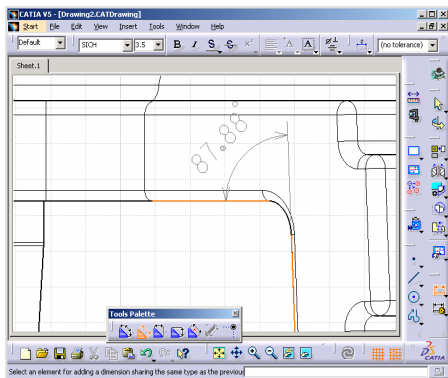

图 6-548
- » 步骤02 单击圆或圆角可标注直径或半径，可在标注完成前单击鼠标右键选择，如图 6-548 所示。